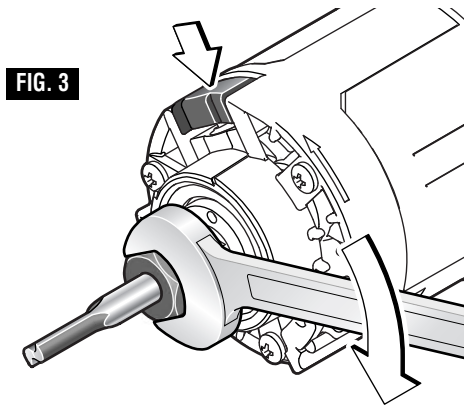

FIG. 3
5. Une fois le fer en place et le blocage de l'arbre enclenché, serrez fermement l'ensemble de douille en sens horaire (vu du dessous de la toupie) à l'aide de la clé de douille (Fig. 3).*